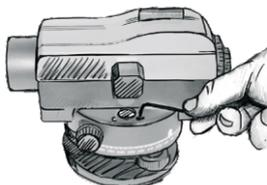

Рисунок 8
- е) Повторите шаги с а по д до тех пор, пока пузырек не перестанет отклоняться от центра (Рис. 8).